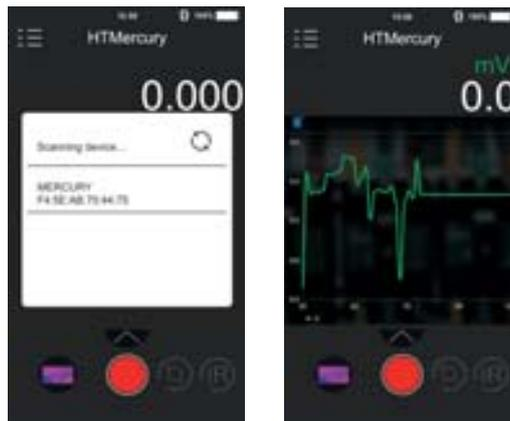
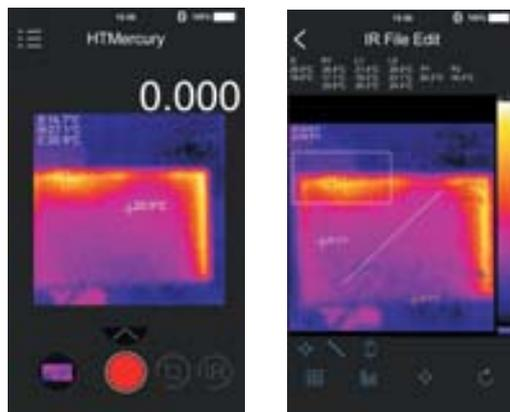

Fig. 48: Comunicazione con APP HTMercury
Fig. 49: Applicazioni dell'APP HTMercury
4. Eseguire la ricerca dello strumento sulla APP (vedere Fig. 48 – parte sinistra)
5. La visualizzazione in tempo reale del segnale in ingresso allo strumento è presente sul dispositivo mobile (vedere Fig. 48 – parte destra) ed è possibile salvare screenshots e attivare/salvare registrazioni dai menu interni dell'APP. E' inoltre possibile salvare screenshots di immagini termografiche e inserire su esse oggetti per analisi avanzata (vedere Fig. 49). Vedere l'Help on line dell'APP per maggiori dettagli